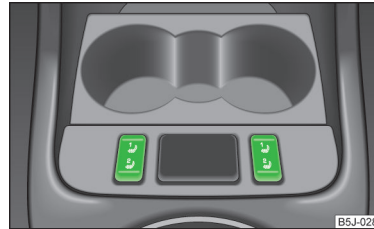

Abb. 37
- › Durch Drücken des Wippschalters in die Position 1 bzw. 2 schalten Sie die Sitzheizung vorn auf 25 % bzw. 100 % der Leistung ein » Abb. 37.